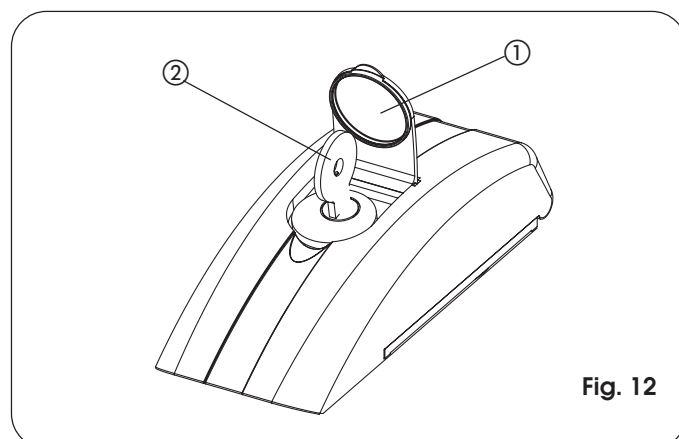

Fig. 12
- Levante el tapón de protección (Fig. 12, ref. ①) e introduzca la llave suministrada en dotación (Fig. 12, ref. ②).